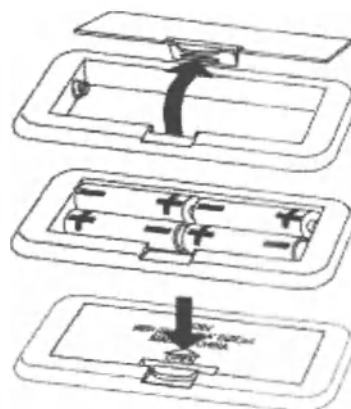

Рисунок 4. – Установка элементов питания.
2.1.1.1. Порядок установки элементов питания (рисунок 4.)